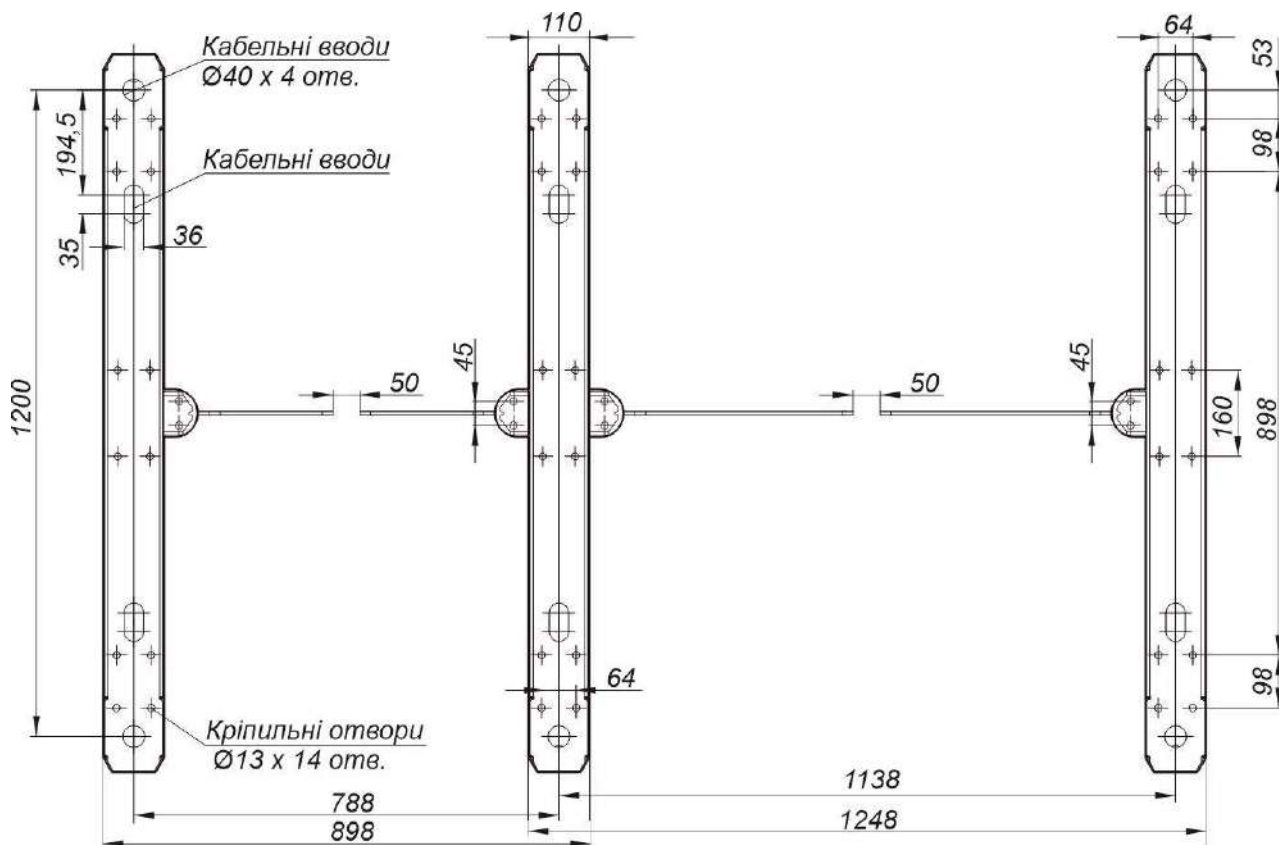

Рис. 16– Установочні розміри комплексу турнікетів «SWEEPER-S-HG-1» і «SWEEPER-S-HG-2»
10) Місце виведення кабелів повинно збігатися з місцем розташування отвору на монтажній пластині турнікету (Рис.16).
4 поєднати кріпильні отвори в нижній пластині турнікету з підготовленими отворами на поверхні згідно з розміткою рис.16;